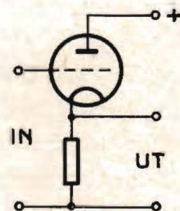

Fig. 8.
20) Se fig. 8. Förstärkarkopplingen benämnes »anodjordat förstärkarsteg». Vad kännetecknas denna av? a) hög spänningsförstärkning, b) låg ingångsimpedans, c) låg utgångsimpedans.